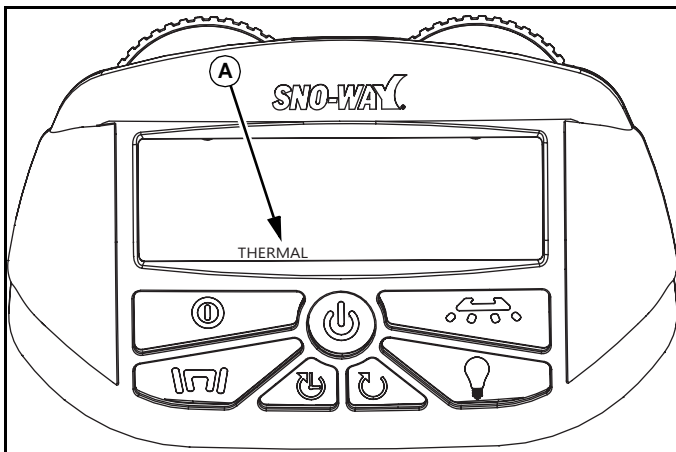

Abb. 1-21
Der Wärme-Code (A) zeigt an, dass das Gerät zu lange unter schweren Ladebedingungen gelaufen ist und der Empfänger (außerhalb des Streuers) überhitzt ist. Das Gerät setzt im Pausen-Modus fort, wenn es abgekühlt hat. (Siehe Abb. 1-21.)